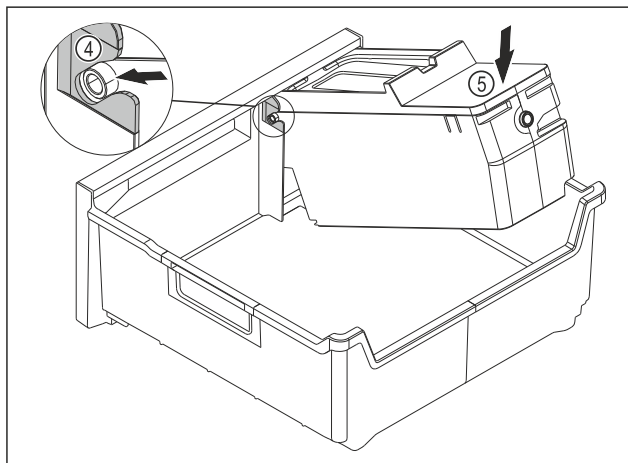

Fig. 90
- Montáž korpusu EasyTwist-Ice: Osy korpusu EasyTwist-Ice zasuňte do vedení Fig. 90 (4).
- Stlačte korpus EasyTwist-Ice Fig. 90 (5) vzadu dolů.